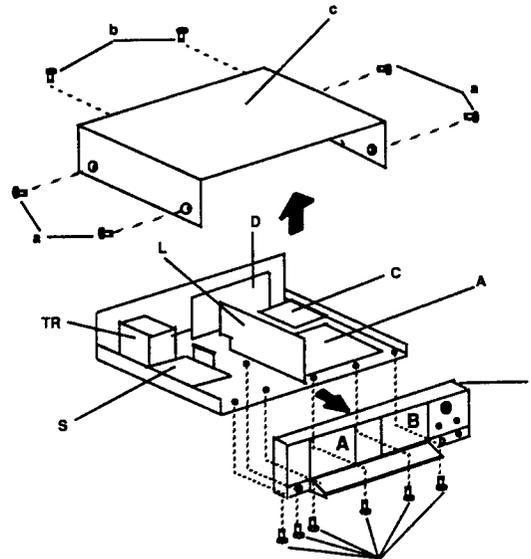

Abb. 2
1. Gehäuseoberteil abnehmen (Abb. 2)
Front mask-screw Fig. 2
1. Removal top of the cabinet (Fig. 2)